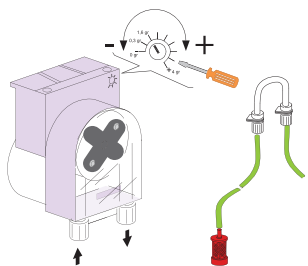

рис. 1
**Принцип работы:** Диспенсер ополаскивателя – это перистальтический насос (см. рис. 1).
**Регулировки:** Расход ополаскивающего средства на каждый цикл ополаскивания можно отрегулировать в пределах от 0 до 5 гр. Для регулировки производительности насоса используйте отвертку (см. рис. 1).